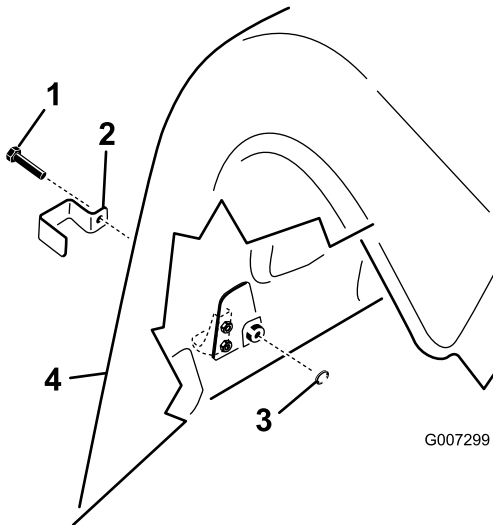

图18
1. 在 ProCore 864 型号上使用带头螺栓共 4 个将锁定支架安装到左、右后下机罩和上机罩栓锁的上方请参阅图18。
2. 在 ProCore 1298 型号上使用带头螺栓每个打孔头 3 个共 6 个将锁定支架安装到左、右后盖上的所有后下机罩门锁和外侧上机罩门锁请参阅图18。
3. 用钳子或可调扳手将内锁定垫圈拧到各个螺栓12个螺纹以固定门锁图18。